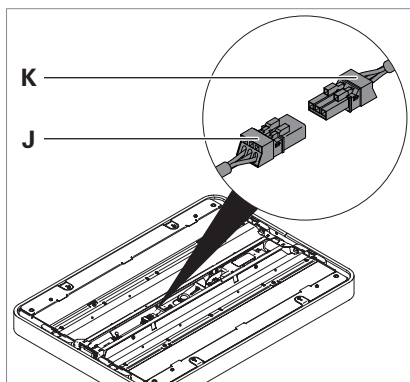

Fig. 11: Collegamento della testa dell'apparecchio d'illuminazione, parte 2.
- Collegare la presa **K** alla spina **J** della testa dell'apparecchio d'illuminazione, vedi Fig. 11.